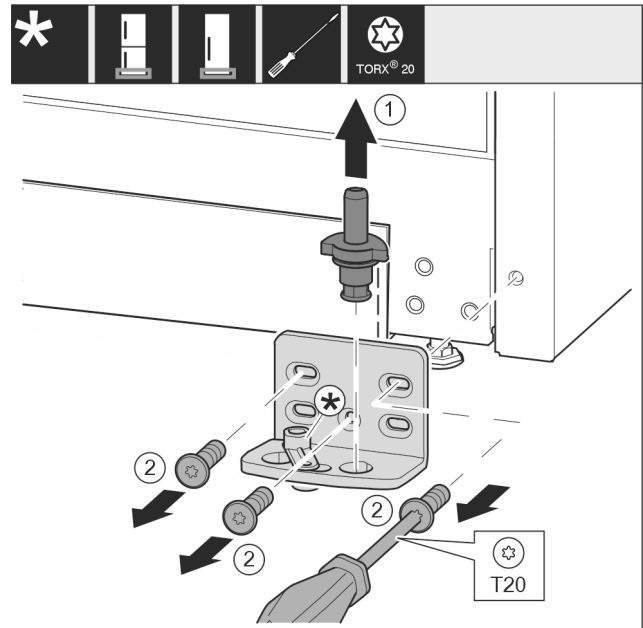

Fig. 17 *
- ▶ Повністю витягніть опорний гвинт Fig. 17 (1) рухом вгору.*
- ▶ Викрутіть гвинти Fig. 17 (2) за допомогою викрутки та зніміть опорний кронштейн.*